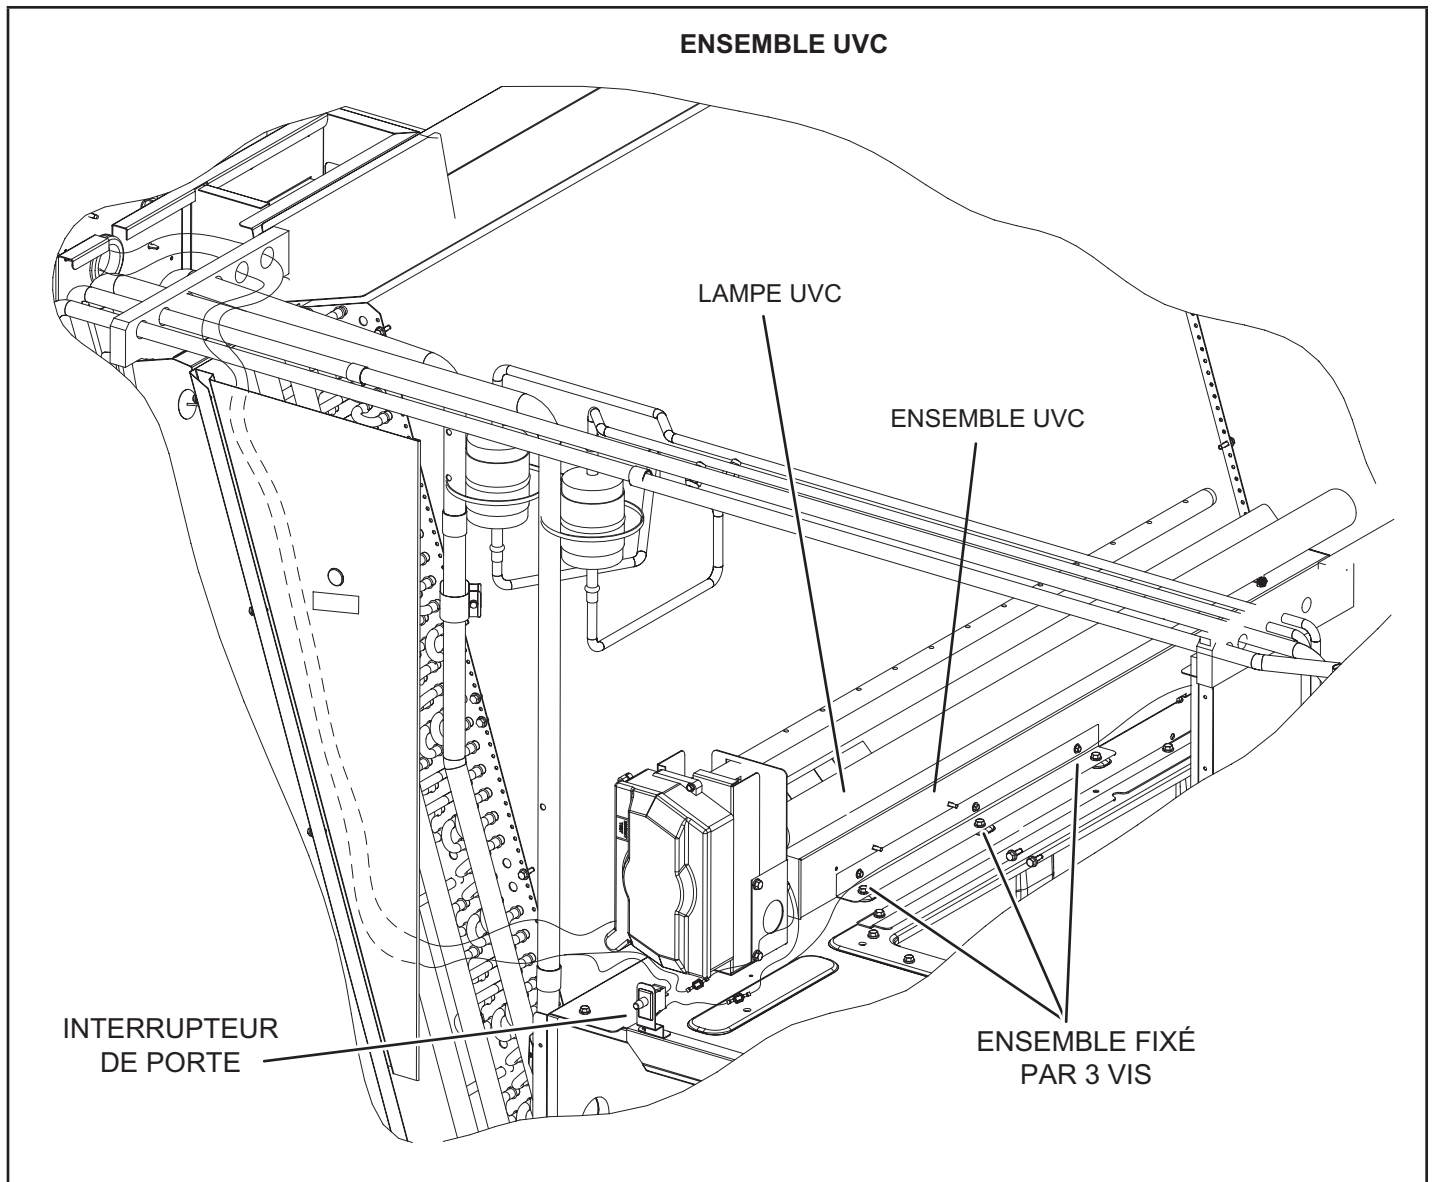

FIGURE 42
Lorsque la lampe UVC est installée en usine, elle est expédiée dans de la mousse. La lampe est fixée à l'ensemble UVC sur le support du ventilateur. Voir FIGURE 42. Retirer la lampe et l'installer dans le dispositif pour lampe UVC en suivant les étapes 2 à 11.
- 5 - Retirer et conserver les 3 vis qui fixent l'ensemble UVC. Sortir délicatement l'ensemble UVC en le faisant glisser par la porte d'accès au ventilateur. Voir FIGURE 42.
- 8 - Placer délicatement l'ensemble UVC sur le support du ventilateur. Aligner les trous de fixation de l'ensemble UVC sur les trous de fixation du support du ventilateur. Voir FIGURE 42. Utiliser les vis fournies pour fixer l'ensemble UVC.